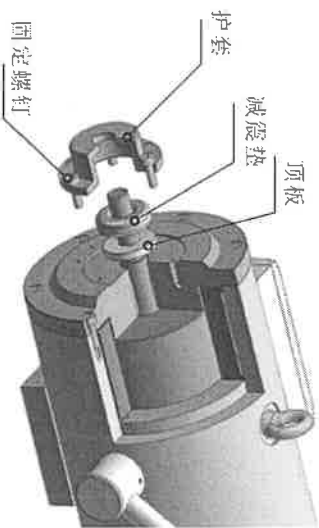

图 17
2. 定期对磁力器进行通电检查,观察磁力器输出轴活动是否自如, 是否有卡阻现象。如有，应拆检维修(松开松闸螺栓(10)、卸下顶杆帽、旋下螺钉(16)，即可打开磁力器端盖)。检修时，应清理动铁芯和磁力器输出轴的摩擦副，加涂壳牌施达纳HDS润滑油再装配。(见图17)